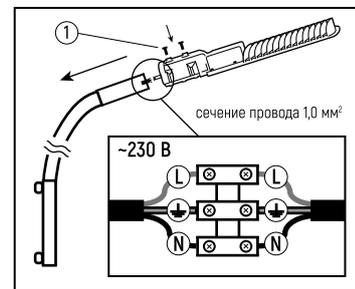

Рис.1
- Обесточьте сетевую кабель питания и подключите к проводу светильника\* [Рис.1].
- Установите светильник на кронштейн, провод светильника поместите внутрь кронштейна или опоры [Рис.1].
- Зафиксируйте светильник на кронштейне или опоре при помощи фиксирующих винтов (1), расположенных на основании светильника [диаметр установочного отверстия для кронштейна указан в таблице технических характеристик].